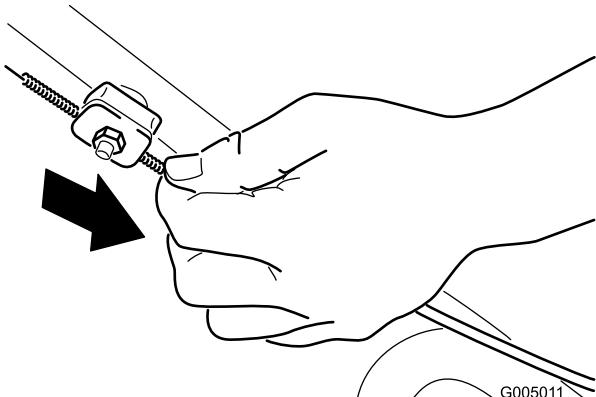

Рисунок 38
- Вытягивайте оболочку троса (к газонокосилке), пока в тросе не появится слабина (Рисунок 38).